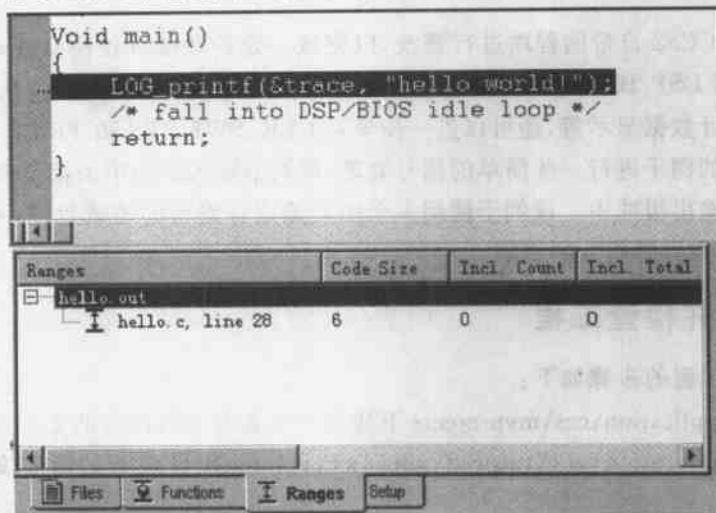

图 7.16 MySession 剖析窗口
(1) 执行菜单命令 File→Reload Program,重新加载 hello.out 文件。
(2) 执行菜单命令 Profiler→Enable Clock,使能时钟。
(3) 在 Profiler 菜单中选择 Start New Session 命令,同时选中 disable use of RTDX 栏。
(4) 在 MySession 剖析窗口中选择 Ranges 选项,在工程视图中双击 hello.c 文件,选择调用 LOG_printf 函数的代码行。
(5) 将选择的代码行拖动到 MySession 剖析窗口中,如图 7.16 所示。MySession 剖析窗口中具体的代码行号也许不同,视代码行在程序中的具体位置而定。